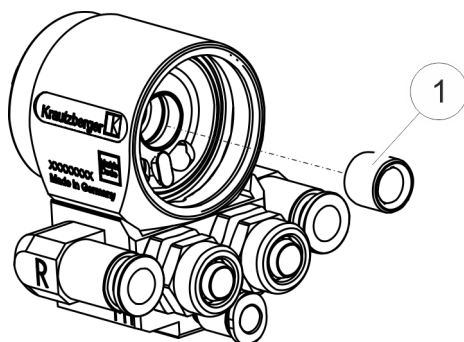

Fig. 22: Rimozione della boccola cilindro
7. Tramite l'utensile in dotazione, estrarre la boccola del cilindro (Fig. 22/1) dalla pistola a spruzzo automatica. Si consiglia di serrare l'utensile con una morsa. Controllare visivamente, verificare l'usura della boccola della membrana e sostituirla, se necessario